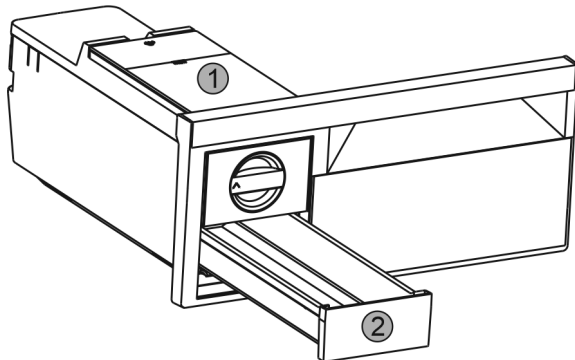

Fig. 38
- ▶ Wasserbehälter *Fig. 38 (1)* und Eiswürfel-Schubfach *Fig. 38 (2)* entnehmen.